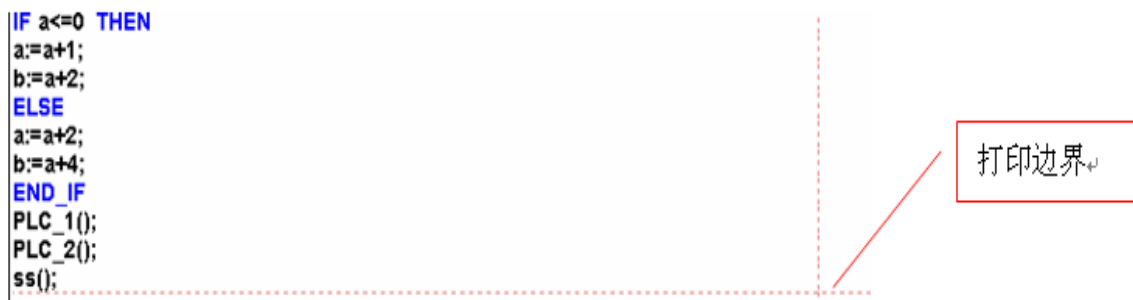

图 9-2-8 可打印区域显示
- 选中“显示打印边界”，在每一个编辑窗口，将每页打印纸可打印区域用红色虚线框出。这个区域的大小取决于打印机属性（纸张、布局）和“Content”区域的大小（文件/打印机设置），如图 9-2-8 所示。